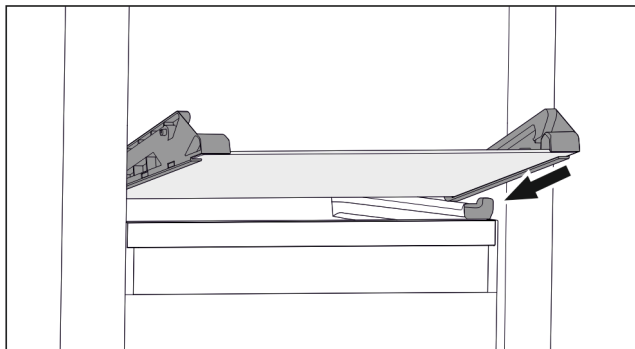

Fig. 132 Sklenená doska sklopnej zásuvky
- ▶ Nasadte sklenenú dosku šikmo za záračkami. (pozri Fig. 132)